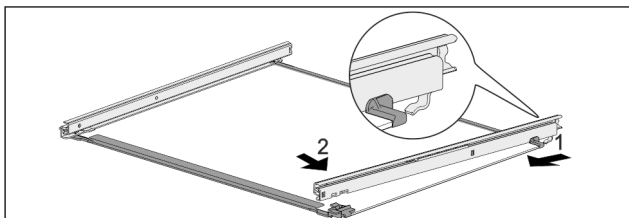

Fig. 126 Płyta szklana z szynami
- ▶ Zaczepić szynę z tyłu. Fig. 126 (1)
- ▶ Zazębić szynę z przodu. Fig. 126 (2)